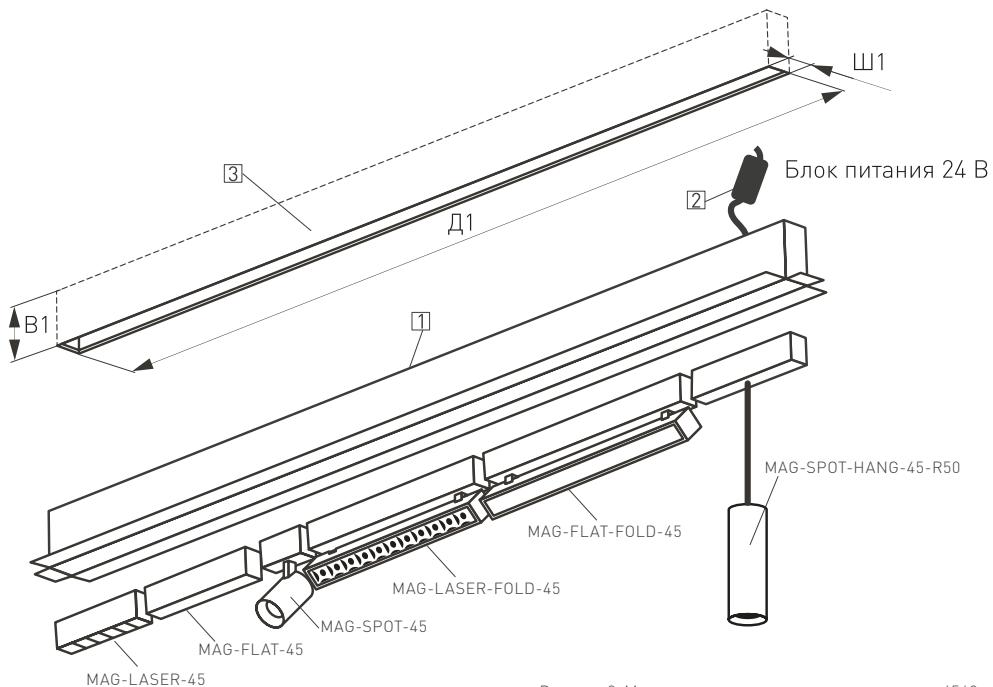

Рисунок 2. Монтаж магнитного шинопровода серии 4560.
- 3.1. Подготовьте в монтажной поверхности ниши [3] по размерам, указанным в таблице 2.1 (здесь и далее см. рисунок 2).